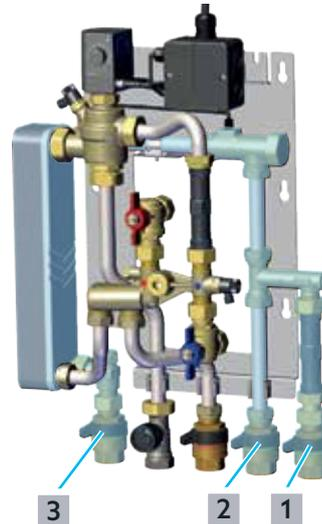

Fig. 15: Remplissage du circuit E.C.S.
- 1 Ouvrir lentement le robinet à disque céramique dans l'arrivée d'eau froide ((1) sur la Fig. 15 en page 22) pour remplir la station d'appartement.
- 2 Ouvrir lentement le robinet à disque céramique dans la sortie E.C.S. (3).
- 3 Ouvrir lentement le robinet à disque céramique dans la sortie d'eau froide (2).